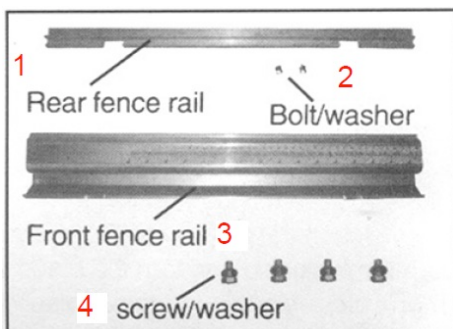

Рис. 3: 1 – задний параллельный упор, 2 – болты с шайбами, 3 – передний параллельный упор, 4 – винты с шайбами
Закрепить задний параллельный упор на столе четырьмя болтами М6-1.0 x 20 с шестигранной головкой с четырьмя плоскими шайбами М6 (рис. 3).
Закрепить передний параллельный упор на столе четырьмя винтами М8-1.0 x 20 с четырьмя плоскими шайбами М8 (рис. 3).
- б) Снять направляющие параллельного упора с передней части стола, ослабив 4 винта (рис. 3).
- i) Поставить на место направляющие параллельного упора и затянуть 4 винта (рис. 3).